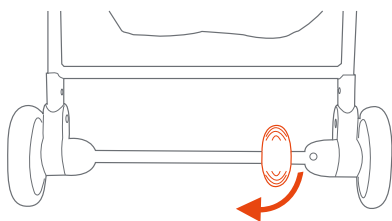

Fig. 8
8) Per posizionare i freni, premere leggermente verso il basso per ruotare la leva del freno situata sulla ruota posteriore. Potrebbe essere necessario spostare leggermente il passeggino in avanti o all'indietro per allineare i denti del freno con lo spazio del freno di ciascuna ruota (Fig. 8). NOTA: provare a spostare leggermente la seduta in avanti per verificare che non sia possibile farlo.